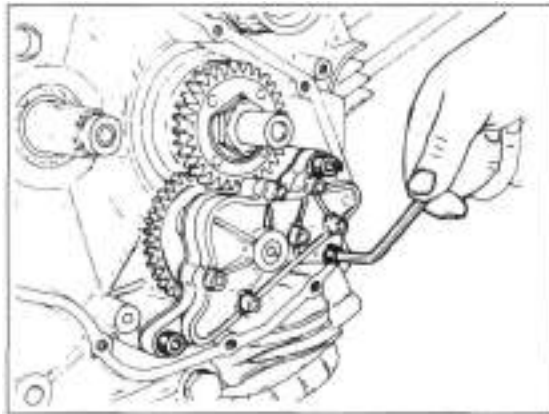

Bild 107
- Drei Befestigungsschrauben der Ölpumpe ausdrehen (Bild 107), und Pumpe abnehmen.